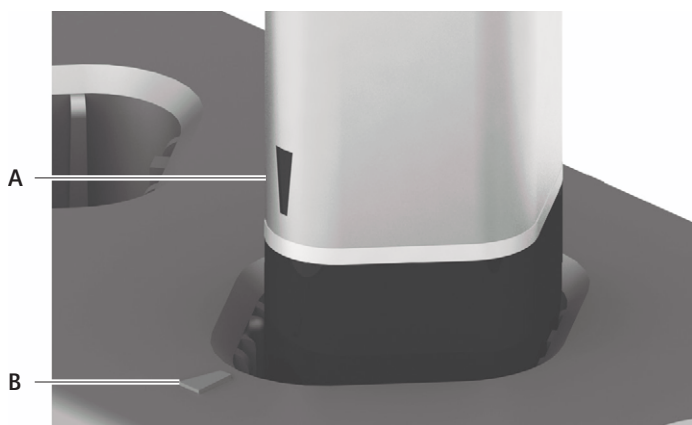

Fig. 1 Inserire l'accumulatore nel pozzetto di carica
- Inserire gli accumulatori nel pozzetto di carica con i contatti rivolti verso il basso, in modo che la marcatura **A** sull'accumulatore coincida con la marcatura **B** del pozzetto di carica, vedere Fig. 1.